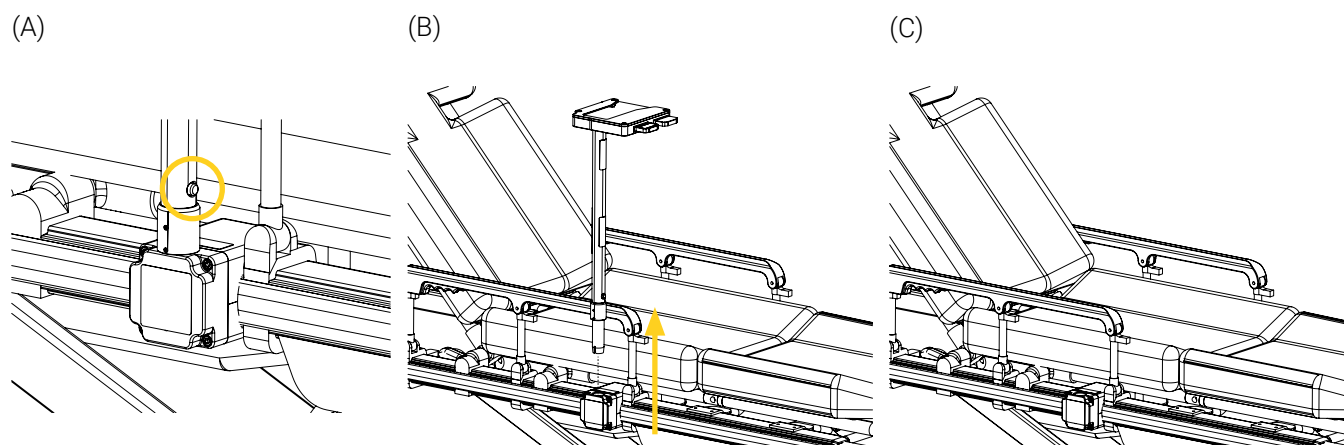

Figure 16: Retrait de la Tige Auxiliaire XTPA du Socle AP
1. Appuyer et maintenir le bouton à déclenchement rapide situé au bas de la Tige Auxiliaire XTPA, puis tirer le système de fixation vers le haut verticalement pour le retirer du Socle AP (Figure 16).